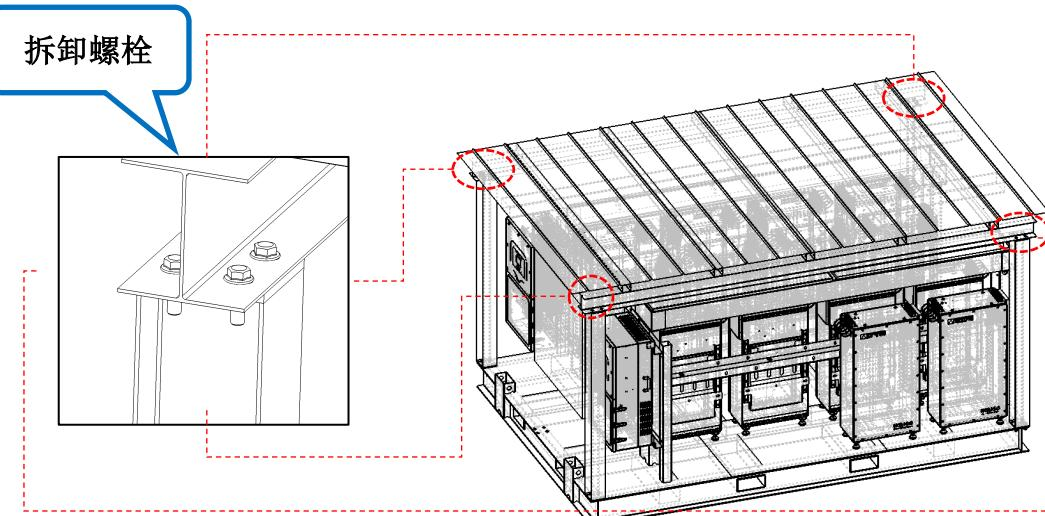

图1
- 1、将四根立柱上的4颗不锈钢材质M12*40法兰外六角螺栓A2-70等级，按照顺序使用电动扳手完成所有螺栓拆除，如图1所示；